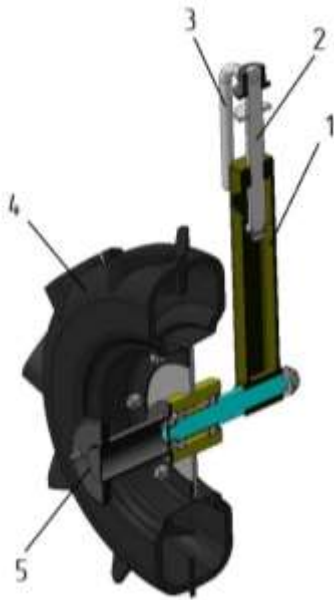

Рисунок 2 – Колесо приводное
3.1.3 Колесо приводное (рисунок 2) предназначено для придания вращения к механизму внесения удобрений. Состоит из стойки 1 с винтом 2 для регулировки по высоте, шины с диском 4 и приводной звёздочки 5. Регулировка колеса осуществляется вращением рукоятки 3.
– величина заглубления прутков в грунт регулируется путем изменения высоты приводных колес при помощи вращения винтов 2 рукояткой 6 (рисунок 2). Для нормальной работы механизма не допускается разность высот колес более 10 мм.